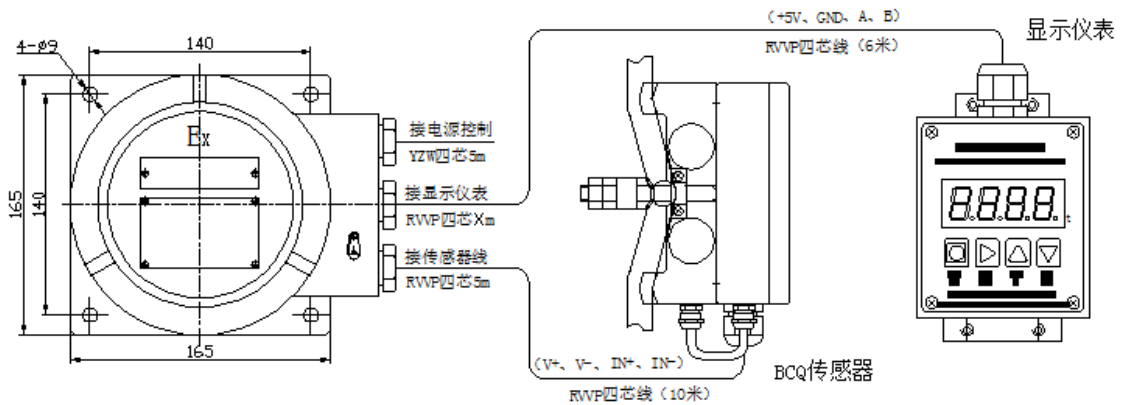
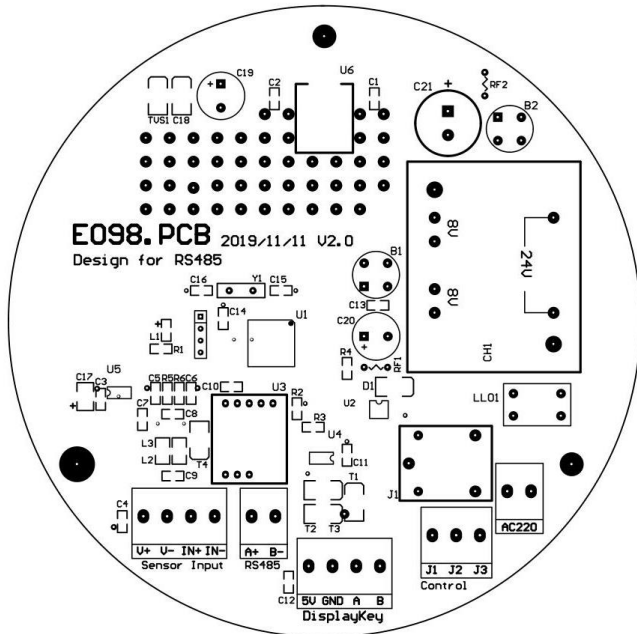
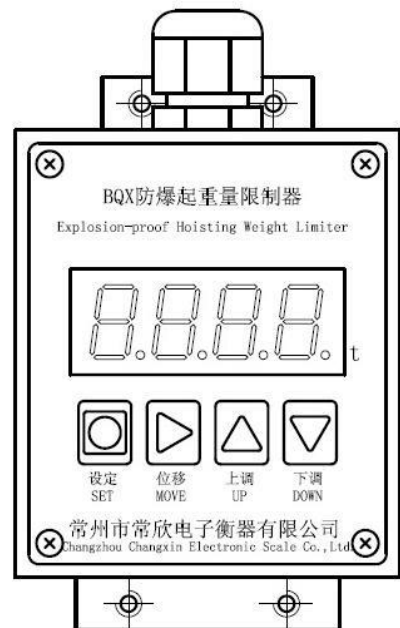

图 2 总体连接和规格尺寸图
图 3
图 4。
4、总体连接和规格尺寸见图 2、主控仪表内部见图 3，显示表头外观见图 4。